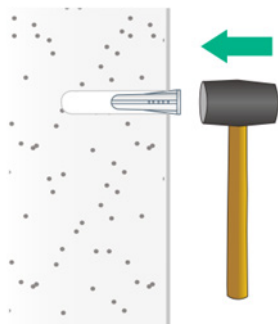

図 3-5 スクリューネジ用アンカー(壁用)の打ち込み
- 3) スクリューネジ用アンカー(壁用)を穴に挿入します。図 3-5 の通りアンカー(壁用)が壁面に全て埋め込まれるまでゴム製ハンマーで打ち込んでください。